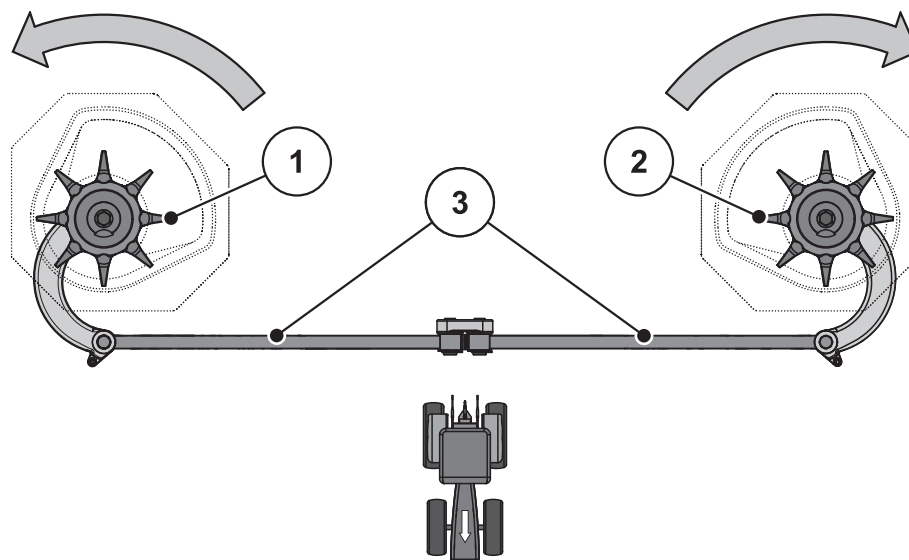

Bild 9.5: Rührwerksantrieb prüfen
2. Rührkopf von Hand **in die Drehrichtung der Wurfscheibe** drehen. Siehe Bild 9.5.
3. Rührkopf von Hand oder mit Hilfe eines Ölfilterbandes kräftig **gegen die Drehrichtung der Wurfscheibe** drehen. Siehe Bild 9.5.